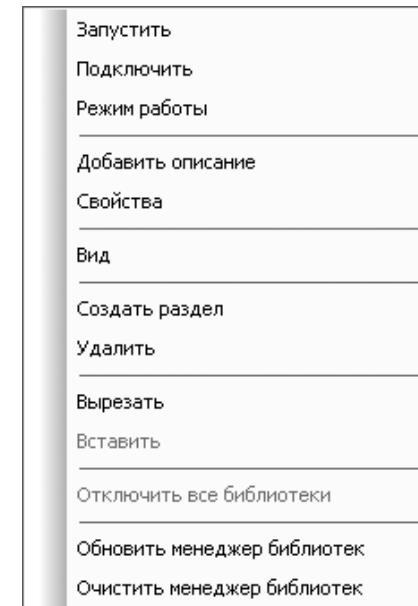

Рис. 6.63. Контекстное меню **Менеджера библиотек**
- щелкните правой кнопкой мыши в правой ее части по нужному вам разделу (папке) – **Библиотека крепежа для КОМПАС-3D**. Появится контекстное меню (рис. 6.63);